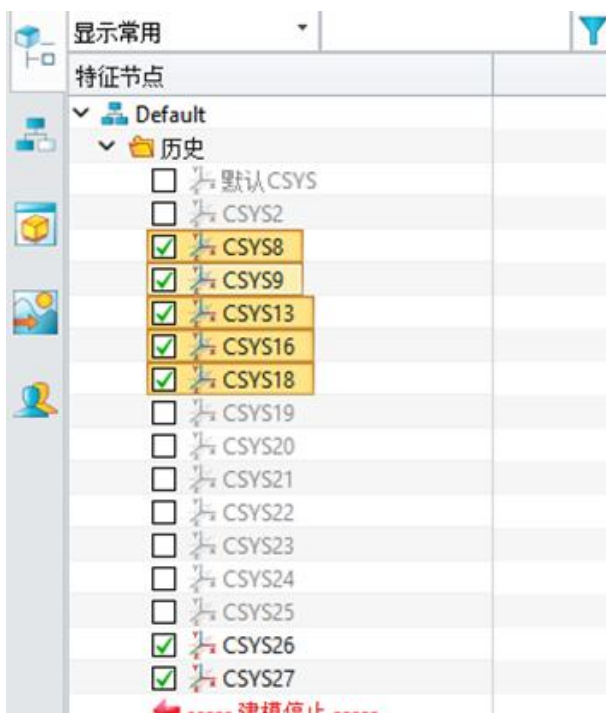

图 10-23: 隐藏坐标系统
- ◇ 取消勾选所有选中的坐标系，将它们从场景中隐藏。（图 10-23）